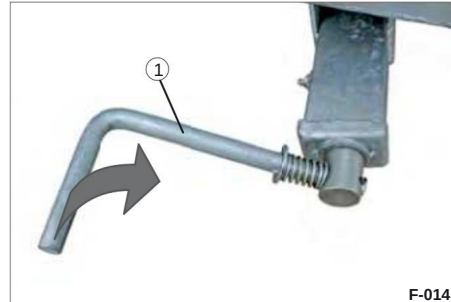

Fig. 16 Aktivering af spindelparkeringsbremsen
• Løsn kroge (fig. 15/2) fra håndsvinget (fig. 16/1).
• Drej håndsvinget (fig. 16/1) med uret, indtil bremsen aktiveres.